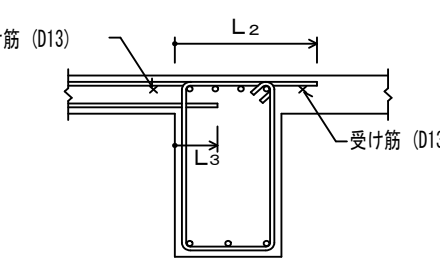

図10.2 スラブ筋の定着長さ及び受け筋 (その1)
- (5) 配筋の割付けは、中央から行い、端部は定められた間隔以下とする。
(6) 鉄筋の重ね継手長さは、 $L_1$ とする。
(7) 定着長さ及び受け筋は、図10.2による。